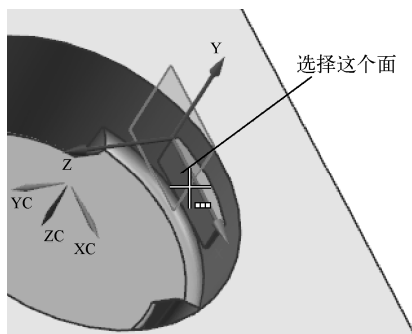

图 8-43 选择草图平面
(3) 在视图区选择如图 8-43 所示的面作为草图绘制平面，切换到草图平面。